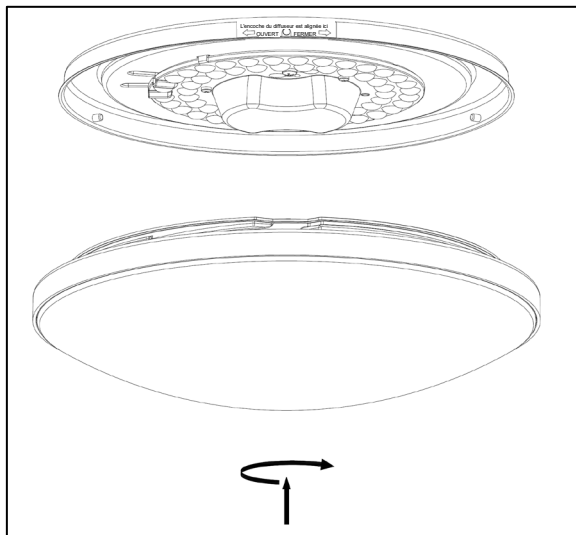

Figure 11
7. Réinstaller le diffuseur dans le boîtier en alignant l'encoche du diffuseur avec les broches du boîtier, puis fixer le diffuseur en le tournant dans le sens de la fermeture jusqu'à ce qu'il s'arrête. (Voir la figure 11).